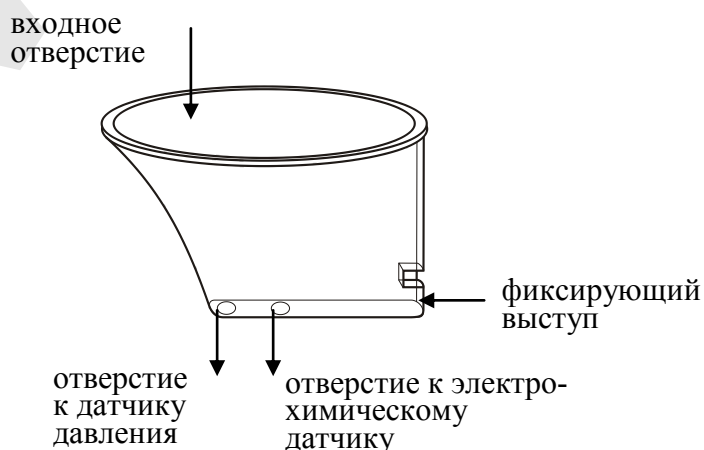

Рисунок 5 – Мундштук-воронка
1.4.19 Многообразовый мундштук-воронка (рисунок 5) формирует поток выдыхаемого воздуха для отбора пробы в режиме скрининга.